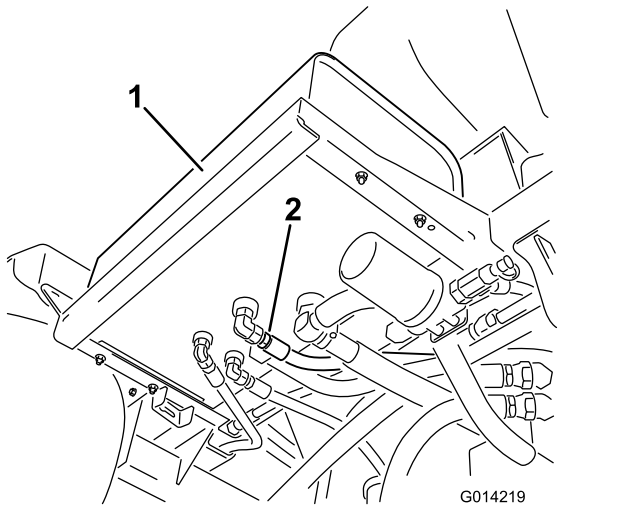

Figure 89
2. Nettoyez la surface autour d'un raccord de flexible hydraulique au bas du réservoir d'huile hydraulique (Figure 89).
4. Débranchez le raccord du réservoir et vidangez l'huile dans le bac de vidange (Figure 89).